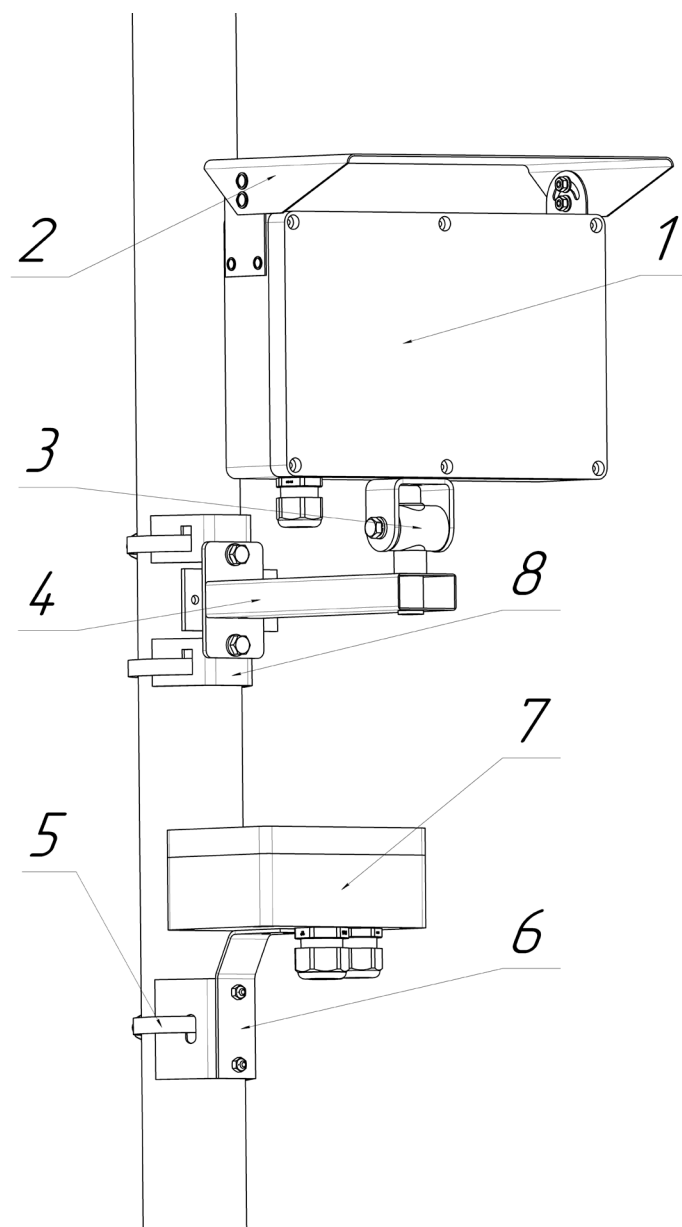

Рисунок 8 – Крепление извещателя на круглой опоре
- 1.4.2.5. Внешний вид извещателя, прикрепленного на трубу приведен на рисунке (Рисунок 8).
- 2.1.3.2. Крепление извещателя на трубе (круглой опоре) осуществлять в соответствии с рисунком (Рисунок 8). Возможно использовать трубу диаметром 100мм. Обеспечить жесткое сцепление опоры с землей (бетонировать), чтобы исключить нарушения настроек извещателя в процессе дальнейшей эксплуатации.